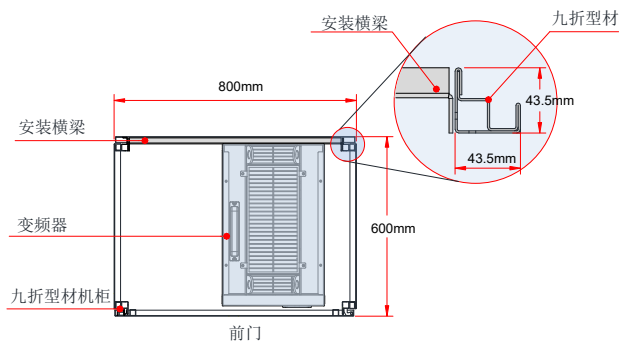

图 3-15 MD500T200G(-L) ~ MD500T450G(-L) 机柜俯视图
1	在九折型材机内安装好变频器固定用的安装横梁（如图 3-15）。
- 1、建议机柜柜体采用九折型材机柜（PS 机柜），九折型材截面如放大图如图 3-15 所示；